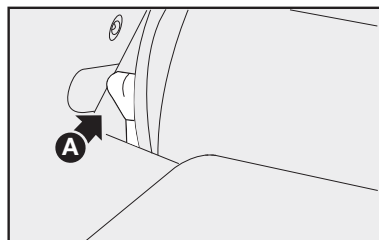

fig. 121
5) Destruavar o encosto do banco agindo sobre as alavancas laterais **A-fig. 121** do mesmo, na direção da seta;